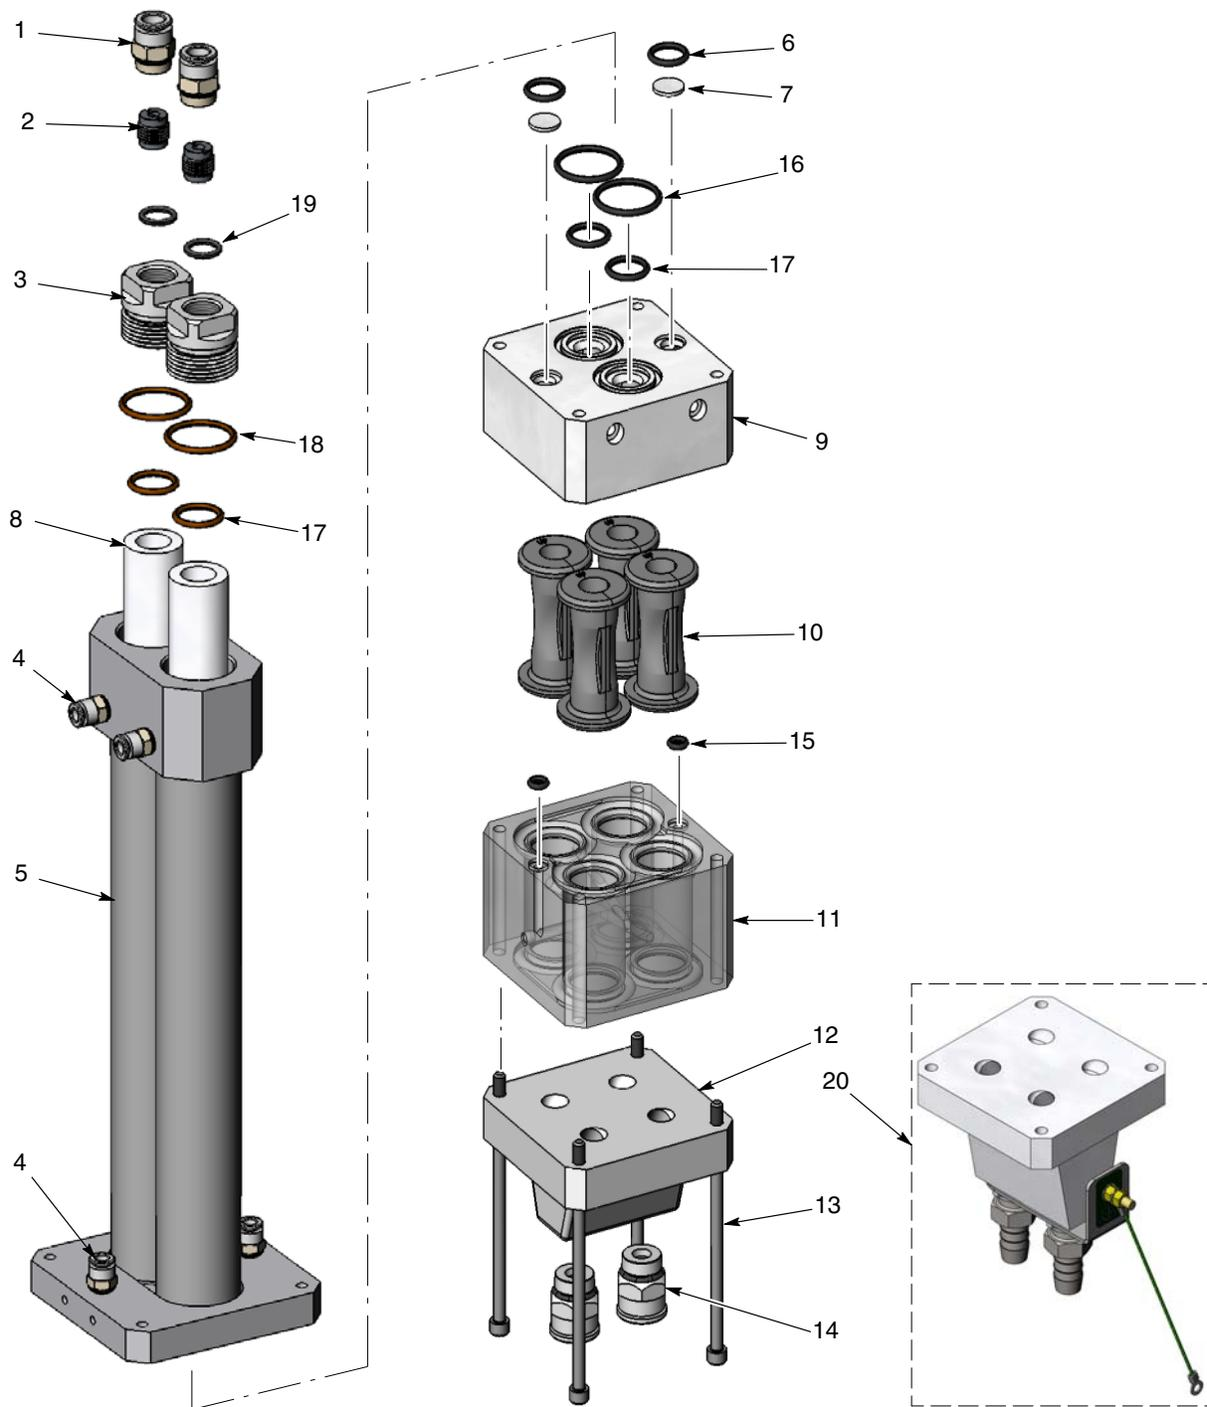

Figure 11 Démontage et montage de la pompe
6. Voir la figure 11. Démontez la pompe comme illustré en commençant par les tubes de fluidisation.